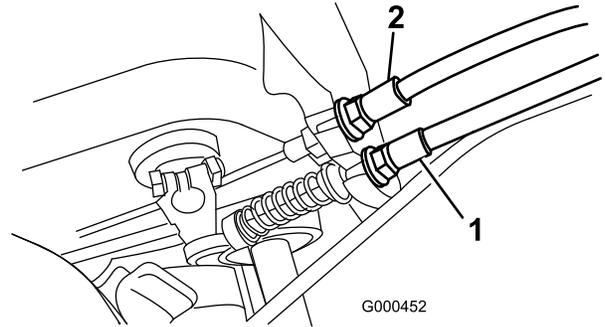

图48
2. 要增加拉线的张力，请拧松前拉线锁紧螺母并拧紧后拉线锁紧螺母(图48)，直至施加 接合驱动控制装置所需的 4.5~5.8kg 的力。